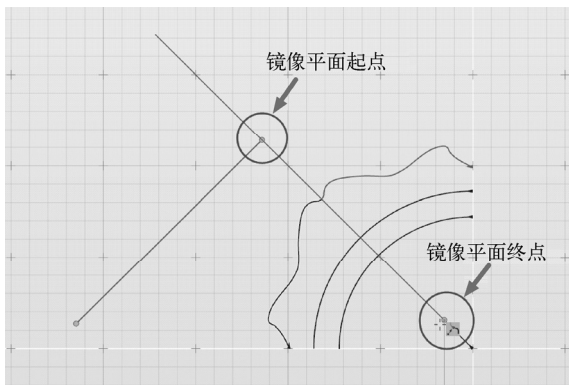

图 5-145 构建镜像曲线
10) 激活“镜像”工具，并借助“捕捉曲线”工具，选取前面构建的参考直线作为镜像面，将上一步的结果镜像，如图 5-145 所示。